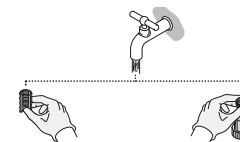

Fig. 30
3. Rincez les différentes pièces sous le robinet (Fig. 30).